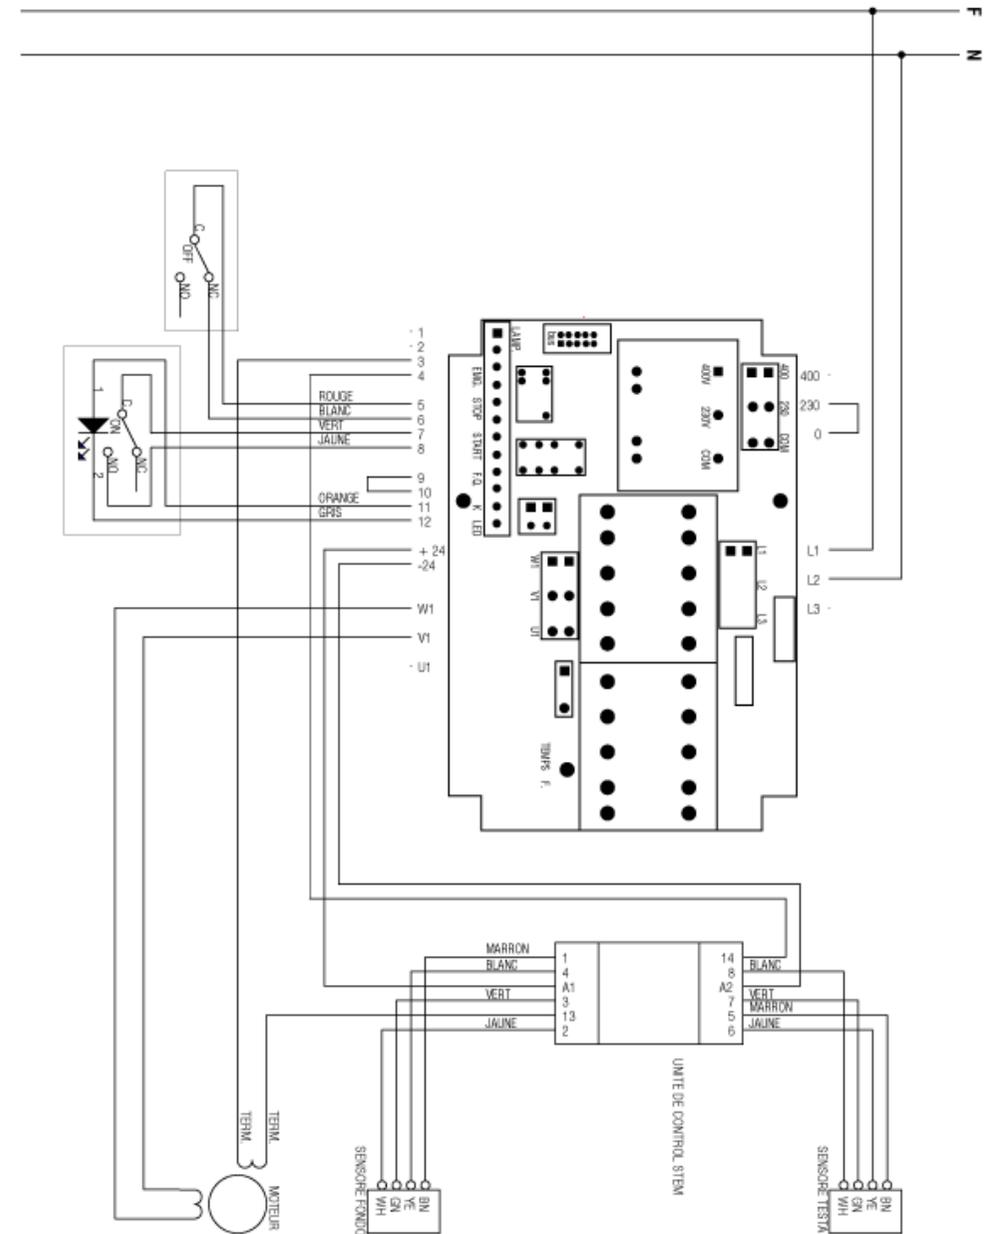

Fig.2.6.2
2.6.2 - Schéma électrique monophasé à 230V (Fig. 2.6.2)